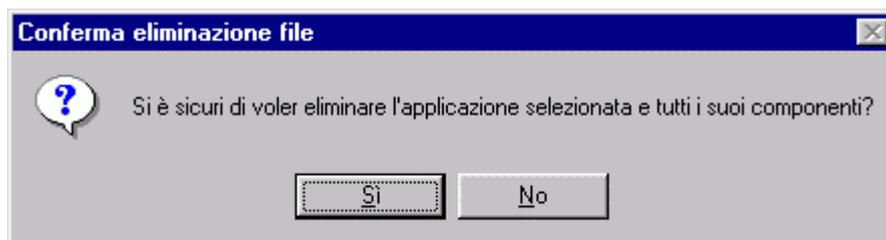

Figura 1.7 – Finestra Conferma eliminazione file
- viene avviata la disinstallazione guidata. Si apre subito una prima finestra di dialogo, Conferma eliminazione file (Figura 1.7), che chiede di confermare, o meno, la volontà di disinstallare i programmi. Per proseguire nella disinstallazione, fare clic sul pulsante Sì . Per interrompere la disinstallazione, fare invece clic sul pulsante No . L'utente che utilizzi la tastiera, anziché il mouse, faccia attenzione al fatto che il pulsante preselezionato è Sì , e, pertanto, una eventuale pressione del tasto Invio della tastiera, dà avvio immediato alla disinstallazione.